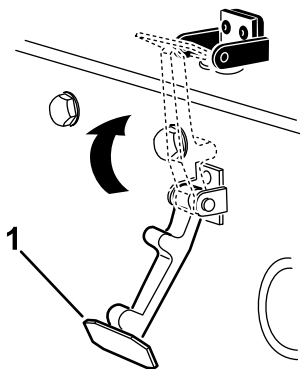

Рисунок 36
7. Введите защелку в зацепление с кронштейном защелки капота (Рисунок 36).